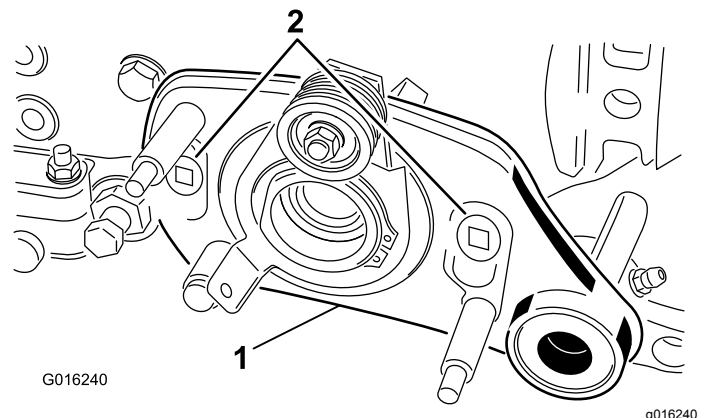

Figura 10
7. Posizionare il gruppo piastra di trasmissione del groomer sul telaio dell'apparato di taglio e fissarlo al telaio con 2 bulloni di spallamento (Figura 10). Assicuratevi che la piastra di trasmissione ruoti liberamente dopo l'installazione.